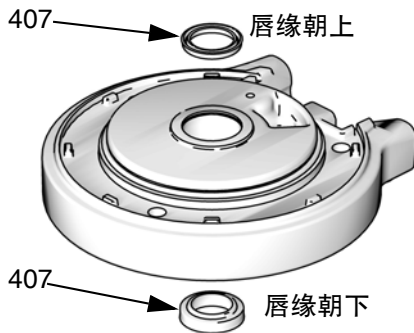

图 13: 气动马达 U 形杯的安装
4. 参见图 13。润滑并在底盖（401）的轴承底部安装新的 U 形杯密封圈（407）。唇缘必须朝下。润滑并在轴承顶部安装新的 U 形杯密封圈（407）。唇缘必须朝上。安装定位环（417）